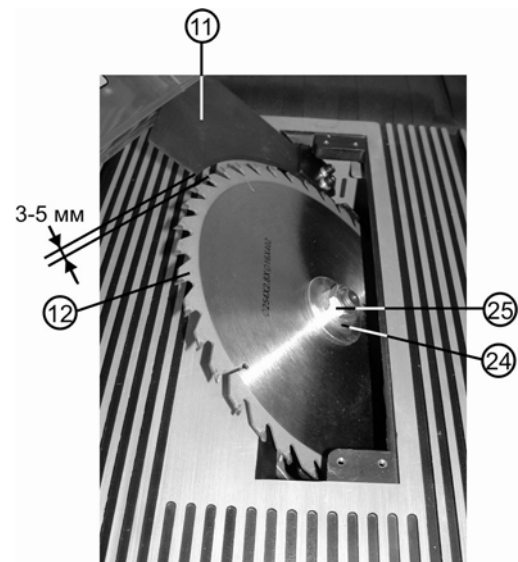

Рис.10
Выкрутите четыре установочных винта, снимите вкладыш стола (13). С помощью рукояток (5 и 15), Рис.8, приведите пильный диск (12) в положение, показанное на Рис.9. Ослабьте два винта (23) с внутренней шестигранной головкой с помощью шестигранного ключа и установите расклинователь (11) так, чтобы винты (23) вошли в пазы расклинователя (11). Расклинователь (11) установите таким образом, чтобы зазор между зубьями пильного диска (12) и дугой внутреннего радиуса расклинователя (11) составлял от 3мм до 5мм, Рис. 10. Затяните два установочных винта (23) расклинователя (11). Закрепите защитный кожух (9) на расклинователе (11).
8.5. Замена пильного диска (Рис.10)
8.5.1. Снятие пильного диска (Рис.10)
8.5.2. Установка пильного диска (Рис.10)
ВНИМАНИЕ: Перед установкой пильного диска следите, чтобы зубья пильного диска были направлены вниз в передней части пилы (Рис.10).